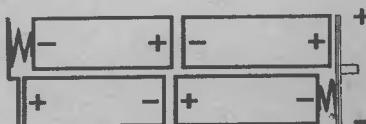

Рис.2. Расположение элементов питания в отсеке
- 2) заполнить отсек элементами питания согласно рис. 2.